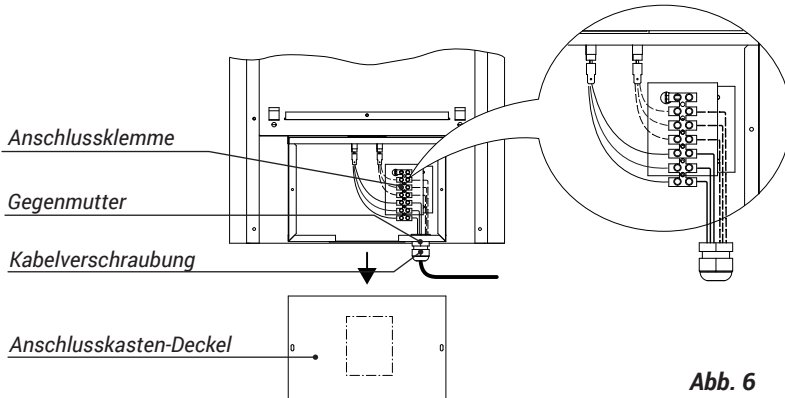

Abb. 6
- Elektrischer Anschluss gemäß Abb. 6 und Anschlussbeispiel.